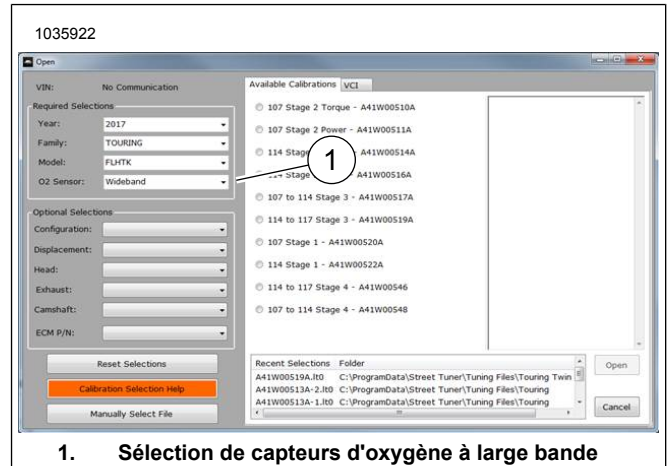

Figure 9. Sélection de capteurs d'oxygène à large bande
24. Voir Figure 9. Utiliser le Screamin' Eagle Pro Street Tuner pour terminer la pose. Télécharger le nouvel étalonnage de l'ECM lors de la pose de ce kit. Lors de la sélection d'un calibrage à télécharger avec le Pro Street Tuner Screamin' Eagle, sélectionner « Wideband » (à large bande) (1) dans le menu déroulant de l'option « Oxygen sensor » (capteur d'oxygène). Pour plus de détails sur le Screamin' Eagle Pro Street Tuner, se reporter au catalogue Screamin' Eagle Pro ou contacter un concessionnaire Harley-Davidson.